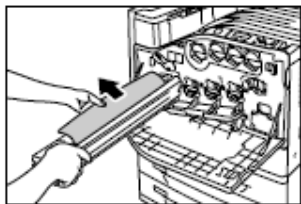

图 2-58 抽出保护膜
⑦ 在突起插入孔中的情况下，从感光鼓上端抽出黑色的保护膜，如图 2-58 所示。